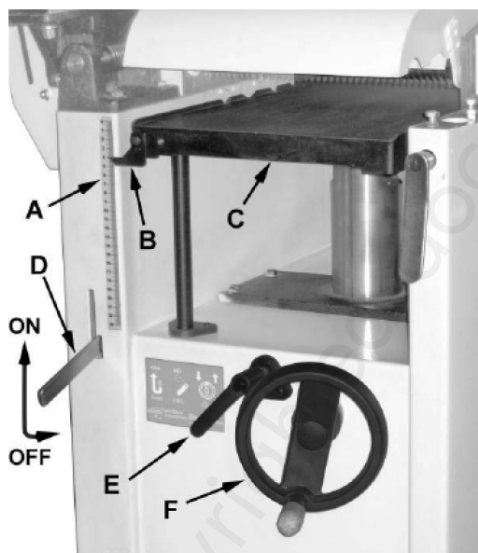

Fig. 8: Bedieningselementen
Wanneer u de schaafhendel (D, Fig. 8) in de bovenste stand zet, wordt de stroomvoorziening van de schaaaf geactiveerd (zie pijl).
Draai de tafelvergrendeling (E, fig. 8) met de klok mee om het handwiel voor de hoogteverstelling (F) te vergrendelen. Hierdoor wordt de schaaftafel in de gekozen positie vastgezet.
Draai de tafelvergrendeling (E, Fig. 8) tegen de wijzers van de klok in om deze te ontgrendelen en de tafel te kunnen verstellen.
1. Ontgrendel de tafelvergrendeling (E, Fig. 8).
2. Draai het handwiel voor de hoogteverstelling (F, Fig. 8) met de klok mee om de schaaftafel (C, Fig. 8) omhoog te brengen. Draai tegen de klok in om hem te laten zakken.
3. Vergrendel de tafelvergrendeling (E, Fig. 8). Elke volledige omwenteling van het handwiel (F, Fig. 8) geeft een op- of neerwaartse beweging van de tafel (C, Fig. 8) van 4 mm.
Een schaalverdeling op de handwielkolom geeft de mate van draaiing van het handwiel aan. Een wijzer (B, Fig. 8) geeft de tafelpositie t.o.v. de snijkop aan op de schaalverdeling (A, Fig. 8) aan de zijkant van de behuizing.